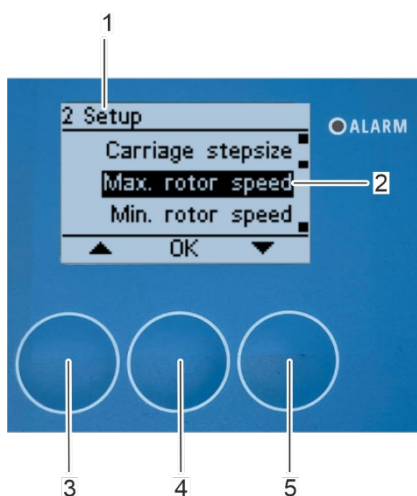

Figura 129: Abrir el submenú «Velocidad máxima del rotor»
1. Seleccione el submenú «Velocidad máxima del rotor» (Figura 129/2) mediante los botones de flecha [arriba] (Figura 129/3) y [abajo] (Figura 129/5) dentro del submenú «2 Ajustes».
2. Confirme la selección pulsando [Aceptar] (Figura 129/4).